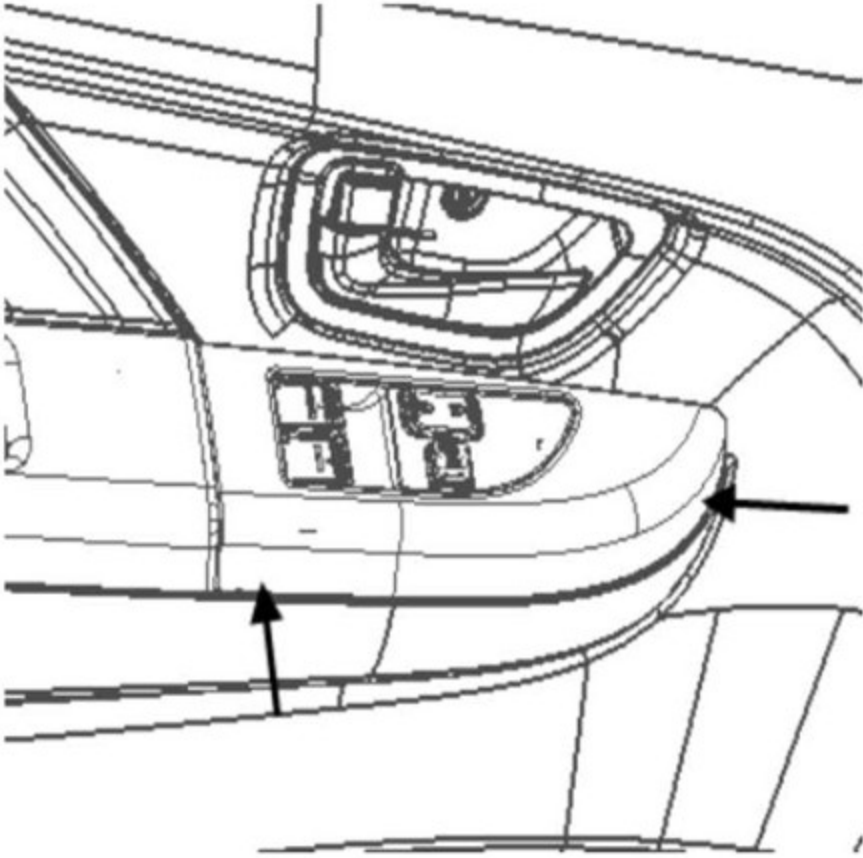

图 1.7.4 左前门窗孔面板的拆卸
(2) 沿图 1.7.4 所示方向用卡扣钳取下窗控面板，拔出电器接插件；